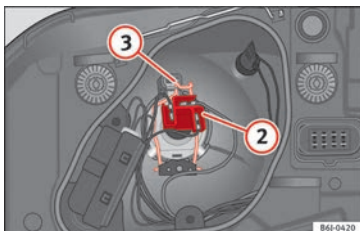

Fig. 177 Luz de cruce/carretera del faro simple.
- Extraiga el conector » **fig. 177 2** de la lámpara.
- Desenganche el resorte retentor » **fig. 177 3** presionándolo hacia dentro y a la derecha.